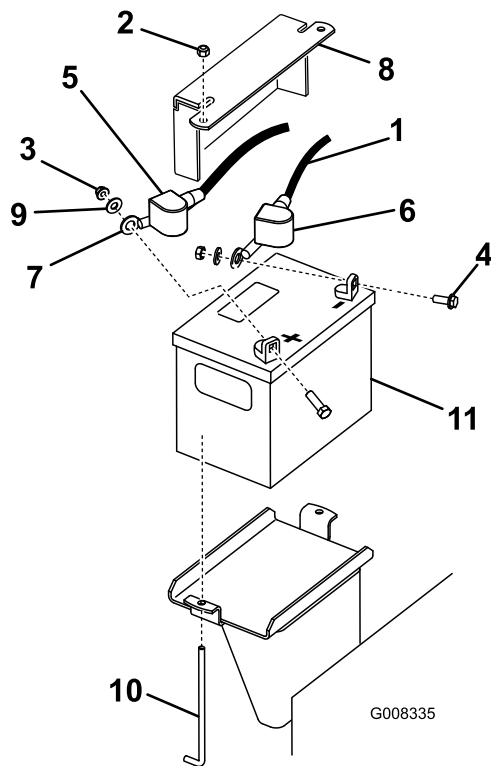

Figure 40
3. Enlevez le capuchon en caoutchouc noir qui protège le câble négatif. Débranchez le câble négatif de la batterie de la borne négative (-) de la batterie (Figure 40).
4. Enlevez le capuchon rouge de la borne positive (rouge) de la batterie. Débranchez ensuite le câble positif (rouge) de la batterie (Figure 40).
5. Enlevez la plaque de maintien, les boulons en J et les contre-écrous de fixation de la batterie (Figure 40) et retirez la batterie.